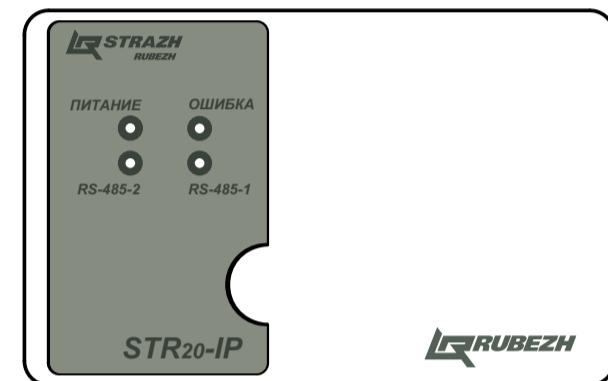

Рисунок 1 - Внешний вид контроллера STR20-IP
5.1 Контроллеры конструктивно выполнены в пластиковом корпусе (Рисунок 1) с креплением под винты или на DIN-рейку.